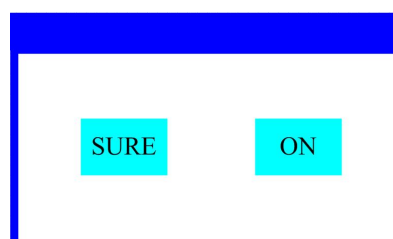

Abbildung 5 Bestimmen des Eingabefensters
- Die Festlegung wichtiger Parameter erfolgt über das Bestätigungsfenster, wie in Abbildung 5 unten dargestellt: